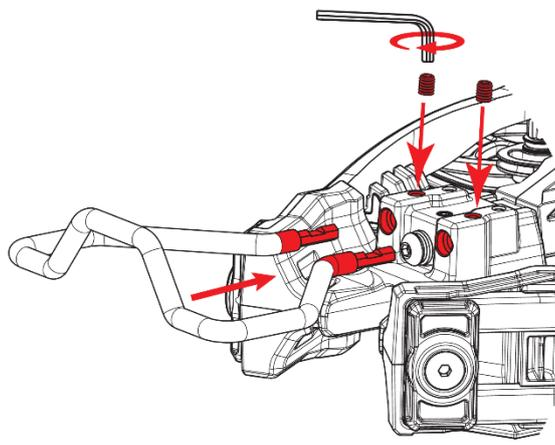

Рис.5
6. Установите стремя в колодку. В колодцах снизу колодки располагаются винты – затяните их максимально крепко (Рис.5).